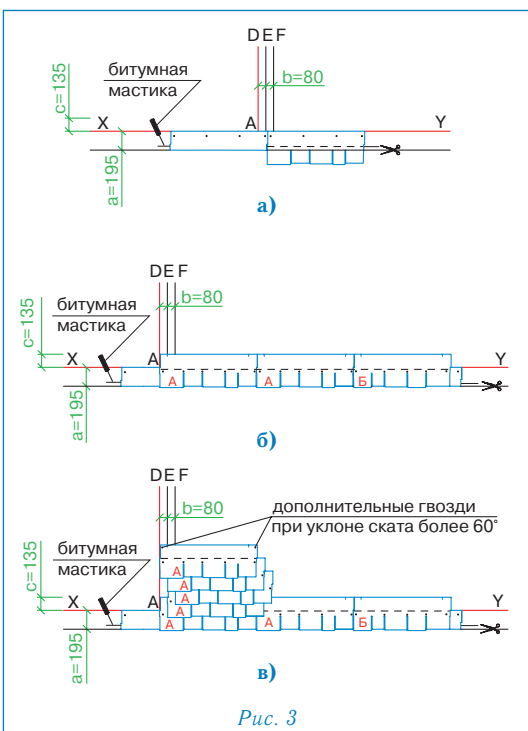

Рис. 3
Укладка материала (рис. 3)
- Начальный ряд формируется из листов черепицы ЗОДЧИЙ с обрезанными лепестками. Полученные таким образом полосы шириной 19,5 см укладываются по линии карниза в обе стороны от линии E (рис. 3а) и фиксируются по нижнему краю битумной мастикой, а по верхней кромке 4 гвоздями (ось гвоздей на 5 см ниже верхнего края полосы);
- далее первый ряд черепицы укладывается от линии AD в следующей последовательности: тип А, тип А, тип Б (рис. 3б);